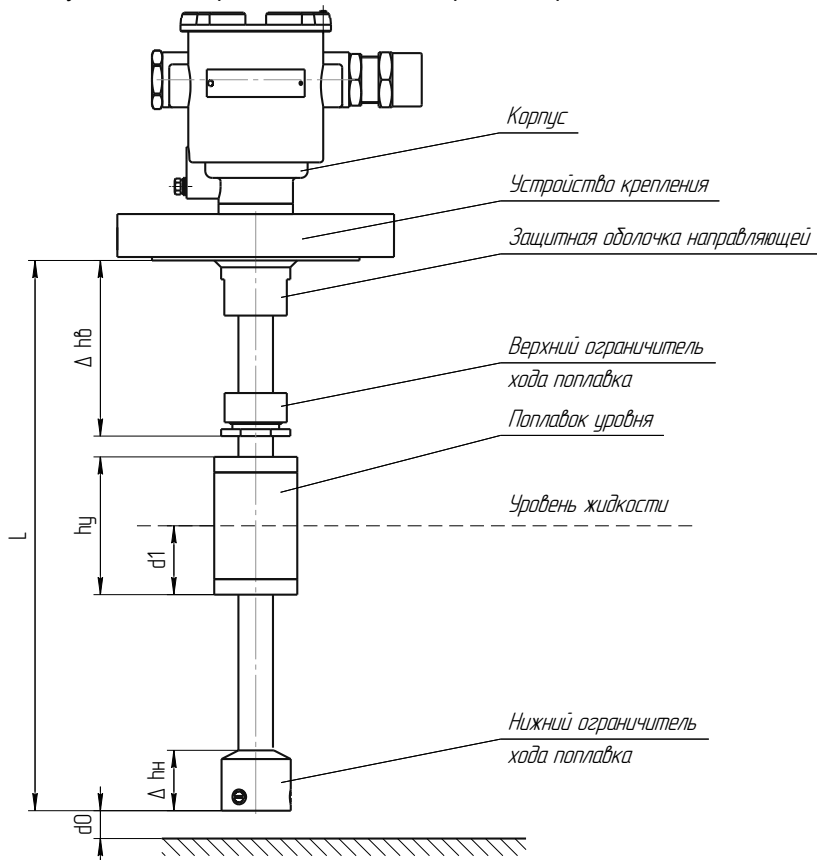

Рисунок 1
1.4.1 Преобразователь (рисунок 1) состоит из корпуса, соединенного с направляющей, помещенной во фторопластовую защитную оболочку, на которой устанавливаются: устройство крепления, поплавков уровня и ограничители хода поплавка.